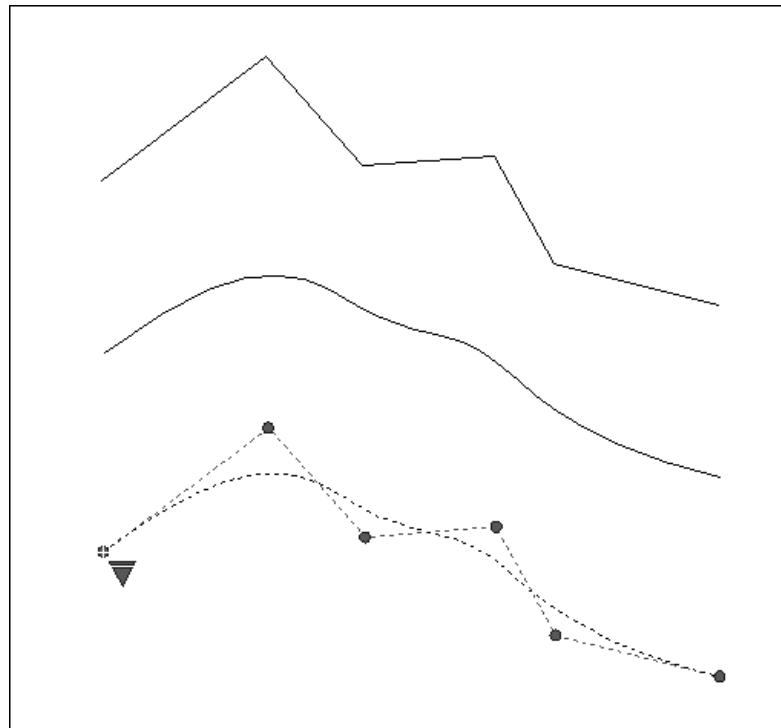

Fig.4.27
- ① Sur la ligne de commande, entrer SPLINE.
- ② Entrer o (Objet).
- ③ Sélectionner une polyligne lissée et appuyer sur la touche Entrée. L'objet sélectionné passe alors d'une polyligne à une spline (fig.4.27).